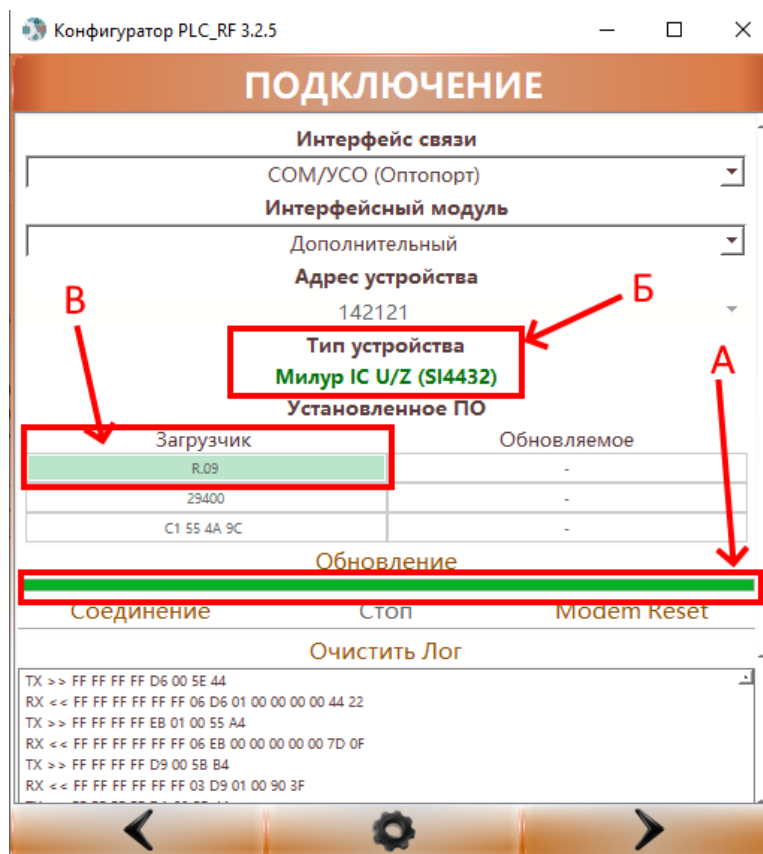

Рис. 3
- Об успешном соединении говорит заполненный прогресс-бар (А), определившийся «Тип устройства»(Б), и версия загрузчика ПО (В). В нашем случае R09 (рис.3)